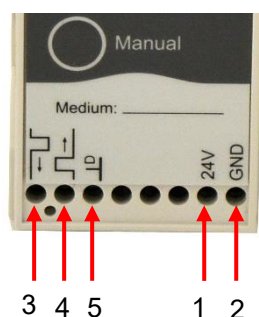

Figure 1
16. Vissez chaque câble aux bornes de serrage du FlowClip. Reportez-vous à la figure 1.